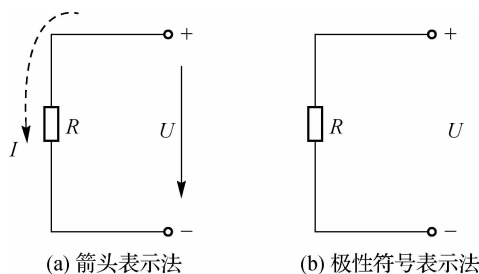

图 3-19 电压的方向
(1) 电压的定义。电路中两点之间的电位差称为电压,用 U 或 u 表示。
(2) 电压的方向表示。
①箭头表示法:以电流的流向表示,如图 3-19(a)所示。
②极性符号表示法:用+、-标出,如图 3-19(b)所示。